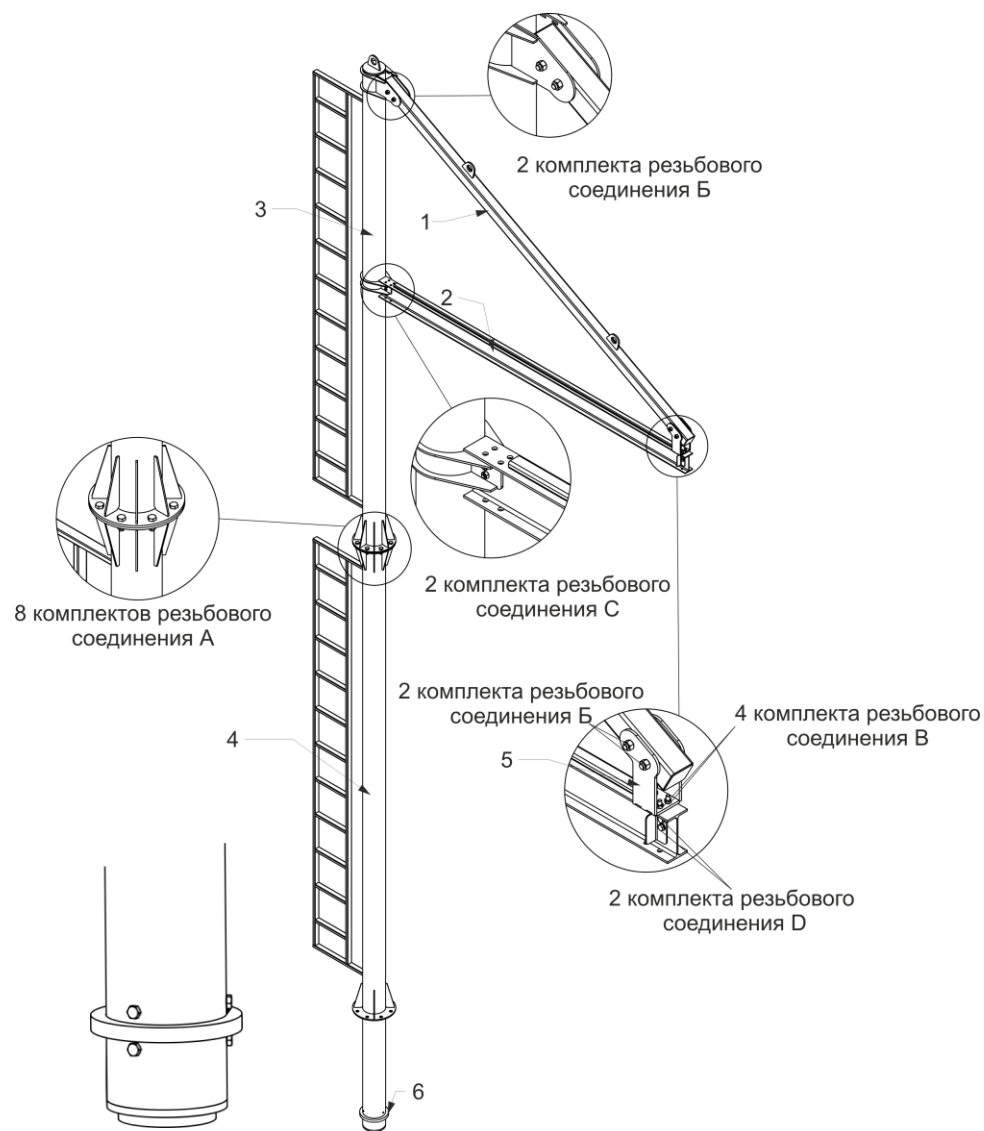

Рисунок 1.
- Надеть на нижнюю часть стойки подшипник радиальный поз. 6 и зафиксировать его положение шестью болтами М12х35 (рис. 1);